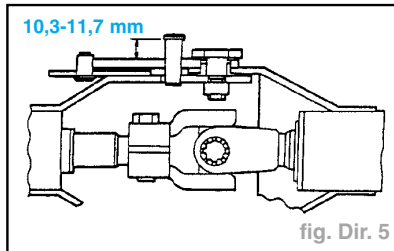

fig. Dir. 5
- Introduire l'axe de chape en le tapotant légèrement jusqu'à ce que la partie saillante corresponde à la dimension indiquée sur la figure (fig. Dir. 5).